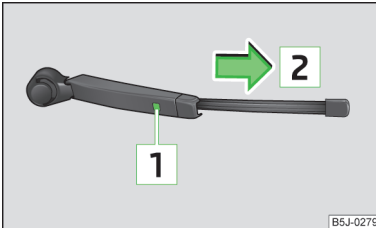

Abb. 33
- › Den Scheibenwischerarm von der Scheibe anheben » Abb. 33.